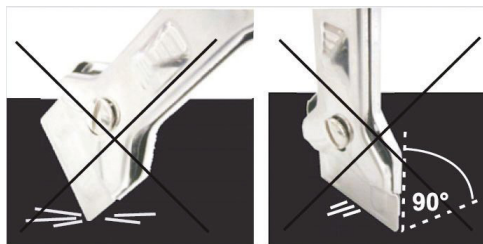

FIGURE 11
**Les éclaboussures légères** peuvent être nettoyées avec une éponge douce et humide. Essayez ensuite la surface avec un chiffon sec (Figure 11).
**Les taches d'eau** peuvent être enlevées avec du vinaigre dilué dans de l'eau. N'utilisez pas cette solution pour nettoyer l'encadrement de la table de cuisson (certains modèles pourraient perdre leur brillant). N'utilisez pas non plus de détergents agressifs en aérosol ni de produits anticalcaires (Figure 11).